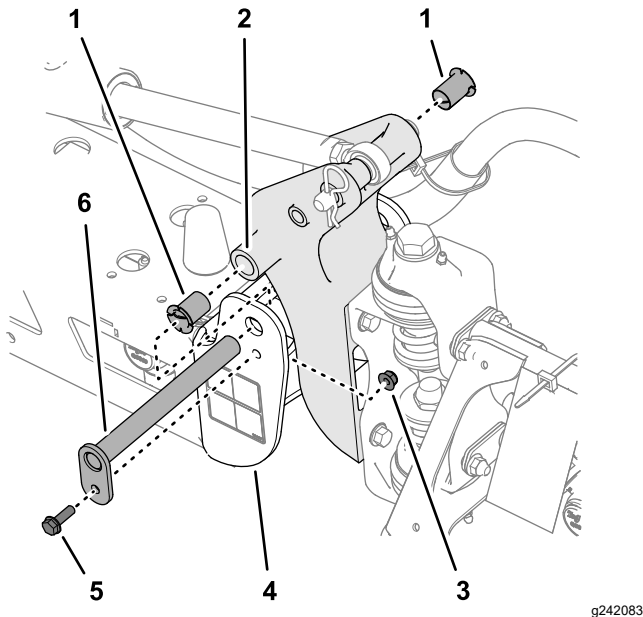

Figura 150
3. Retire el perno y la tuerca que sujetan el pasador de giro y retire el pasador (**Figura 150**).
5. Retire los casquillos de nailon desde delante y desde detrás del soporte de giro e inspecciónelos (**Figura 150**).
6. Lubrique los casquillos de nylon con una pequeña cantidad de aceite, e instale los casquillos en el soporte del giro (**Figura 150**).
7. Alinee los taladros del soporte de giro con los taladros del canal final (**Figura 150**).